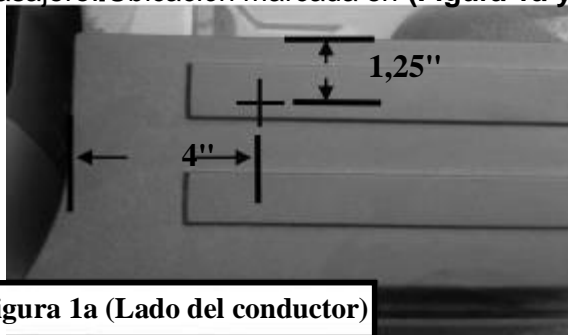

Figura 1a (Lado del conductor)
1. Mida, marque y taladre un orificio de 1/2" en el centro de las dos ubicaciones ocultas de orificios de bolsillo para estaca **FRONTAL** en las tapas del barandal de plástico del lado del conductor y del lado del pasajero. Ubicación marcada en (Figura 1a y 1b)